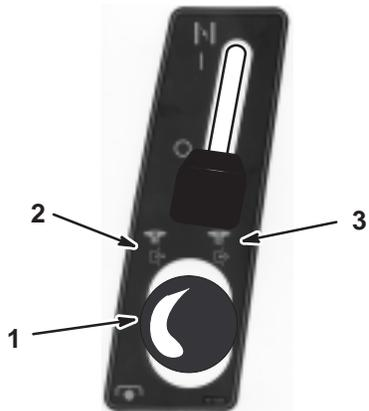

Bild 4
2. Stellen Sie das Zapfwellenantriebshandrad (ZWA) auf „Eingekuppelt“ (Bild 4).
2. Stellen Sie das Zapfwellenantriebshandrad (ZWA) auf „Ausgekuppelt“ (Bild 4).